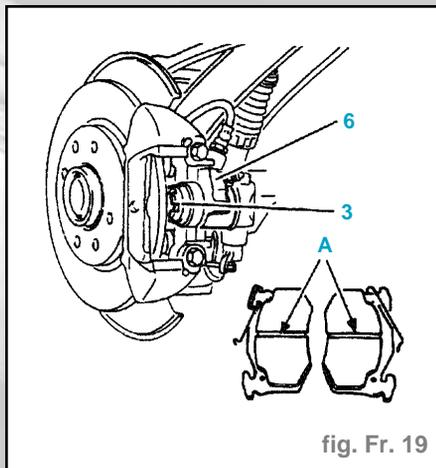

fig. Fr. 19
Nota : La disparition de la rainure (A) implique impérativement l'échange des plaquettes (fig. Fr. 19).